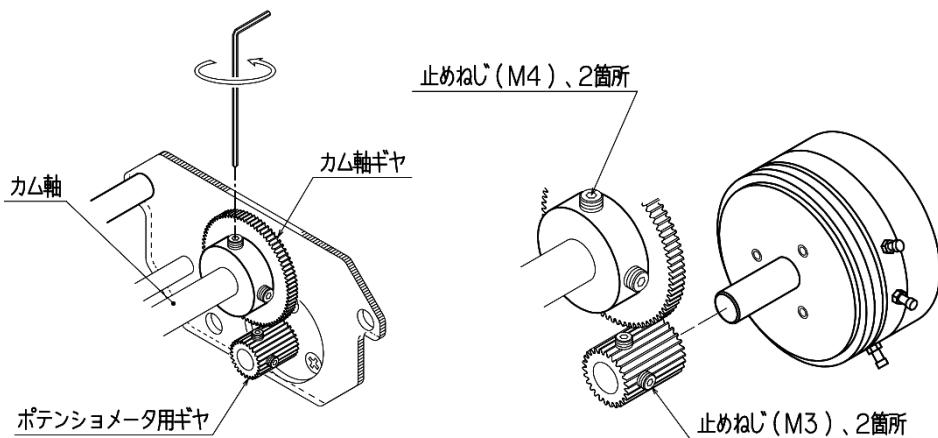

図10：ポテンショメータの調整
⑨ポテンショメータに付いているギヤを外し、ポテンショメータを取付板から取り外します。
⑩新しいポテンショメータを取付板に取付け、⑨で取り外したギヤをポテンショメータ軸に取付けます。(図10参照)
⑥RM端子に(+)、WM端子に(-)をデジタルマルチメータ等(電圧レンジ)にてて、電圧値を測定しながらカム軸ギヤを指で回し、電圧値が約40mVとなる位置でカム軸ギヤの止めねじを仮固定します(図10参照)。前項ポテンショメータの交換から引き続き作業を行っている場合は、(1)⑤で測定した数値に近くなるように調整します。
⑦そのまま電圧値を測定しながら電動操作または手動ハンドル搭載機種の場合は手動操作で全開位置まで動作させます。この時電圧値が徐々に上昇していく、全開位置で約5Vになることを確認します。また、途中でデジタルマルチメータ等の数値が異常な値を示さないかの確認も同時に行います。
⑧再度コントロールモータを閉側へ動作させ、約40mVになることを確認します。